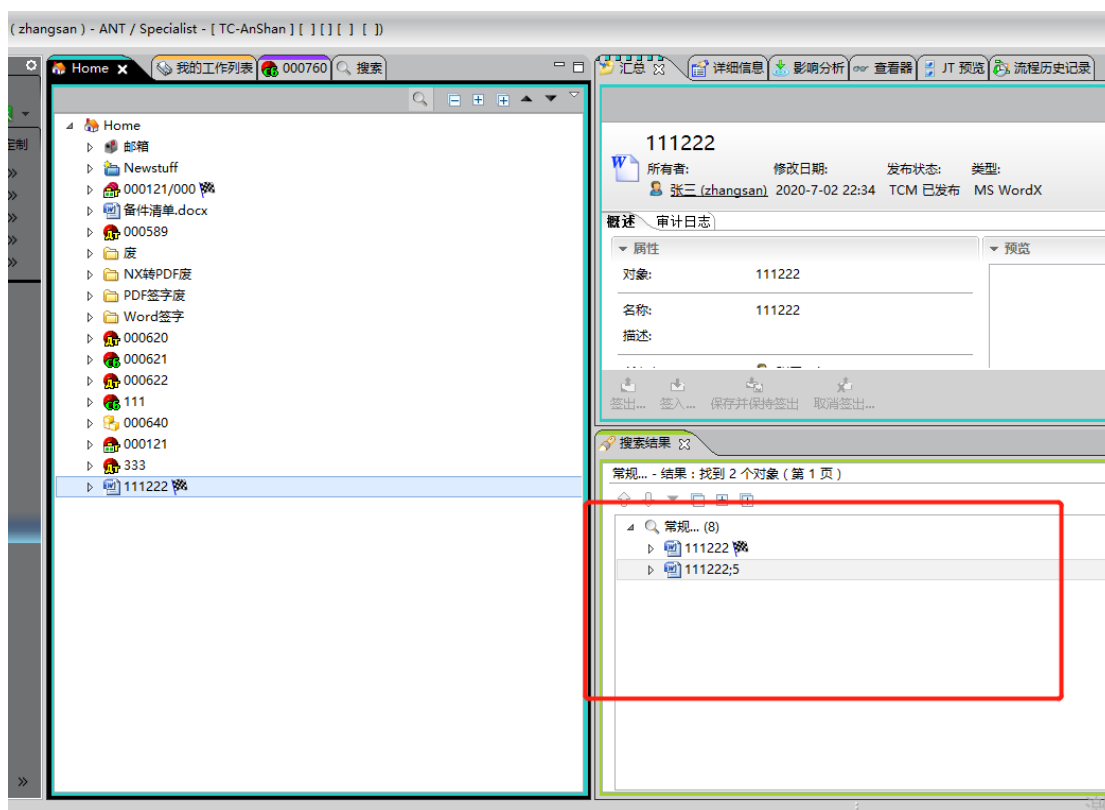

图 3
3.这时我们再去将一些数据集进行流程添加状态的时候后，就会将其储存的历史版本自动清除掉，只保留当前数据集版本，如图 3 所示：